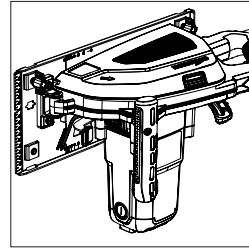

Fig. 2
**Nota:** Con cuidado, todas las máquinas se pueden apoyar en el extremo plano de la carcasa del motor, (**Fig. 2**), facilitando el acceso a la hoja y a las fijaciones.